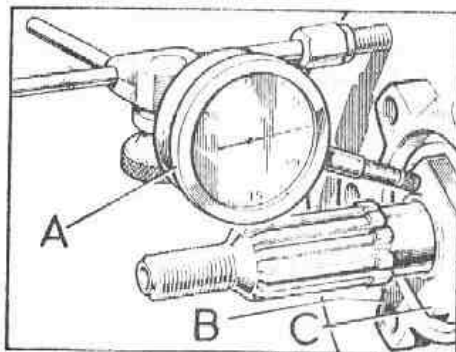

Fig. F-6 Verificación del juego longitudinal del buje
- 1.6. Utilizando un reloj comparador, según se indica en la Fig. F-6, verificar la holgura, que deberá estar comprendida entre 0,05 y 0,10 mm.